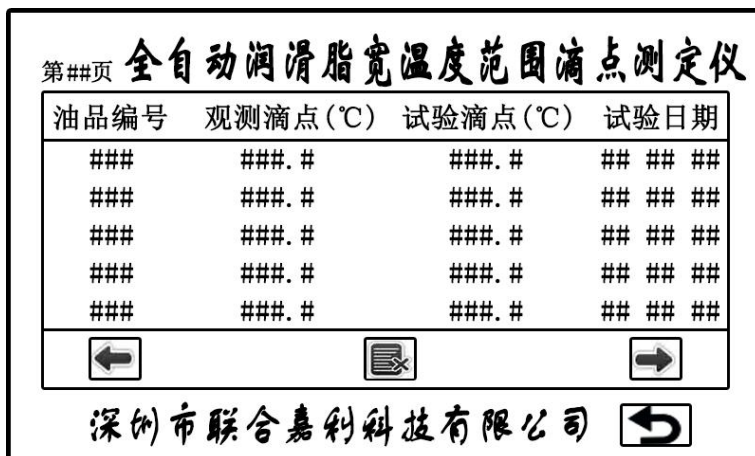

图 6-2
1. 按“历史记录”按钮，进入历史记录功能页面，见图 6-2